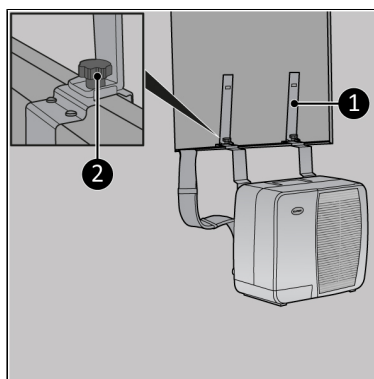

Figure 57.
1. Fixez les supports supérieurs pour caravane (Figure 57, pos. 1) aux supports inférieurs pour caravane en serrant le capuchon de vis de chaque support (Figure 57, pos. 2).